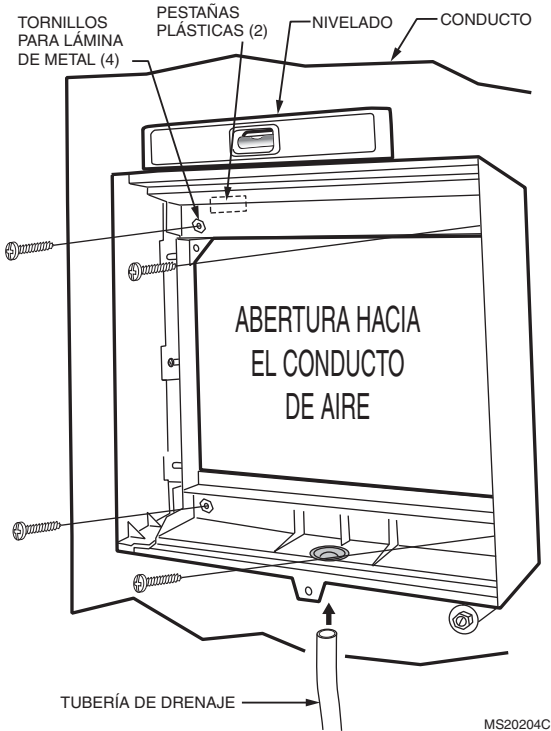

Fig. 5. Instalación del humidificador en un conducto.
8. Cerciórese de que la carcasa del humidificador esté a nivel, y seguidamente colóquela en la abertura de modo que las pestañas plásticas queden en su lugar en el borde superior de la lámina metálica de la abertura. Use un alicate, según sea necesario, para aplanar los bordes cortados. Consulte la Fig. 5.